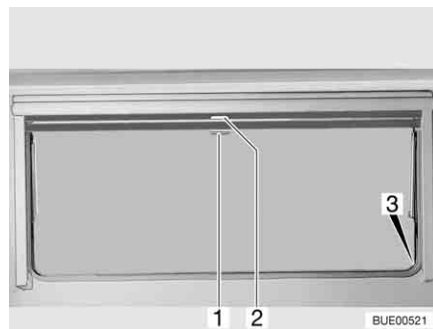

Fig. 51 Fenêtre projetante
- Tirer le store occultant vers le bas en le maintenant par la poignée (Fig. 51,2). Lorsque le store occultant est complètement fermé, l'accrocher des deux côtés du cadre de la fenêtre dans le dispositif de blocage (Fig. 51,3).
- Lorsque le store occultant est complètement fermé : Appuyer sur la poignée (Fig. 51,2) vers le bas tout en la tirant légèrement vers l'intérieur. Décrocher à droite et à gauche le store occultant du dispositif de blocage du cadre de la fenêtre.
- Si le store occultant se trouve dans une position intermédiaire : Tirer la poignée (Fig. 51,2) vers le bas jusqu'à ce que le dispositif de blocage se débloque.
- Tirer la moustiquaire par la poignée (Fig. 51,1) vers le bas et l'accrocher des deux côtés sur le cadre de la fenêtre dans le dispositif de blocage (Fig. 51,3).
- Appuyer sur la poignée (Fig. 51,1) vers le bas tout en la tirant légèrement vers l'intérieur. Décrocher à droite et à gauche la moustiquaire des dispositifs de blocage du cadre de la fenêtre.